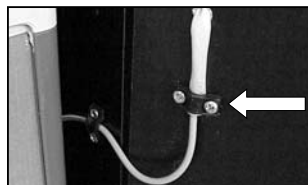

Figure 12.
4. Fixez le câble isolé (C) dans le support de la lampe LED, puis raccordez-le (Fig 12).